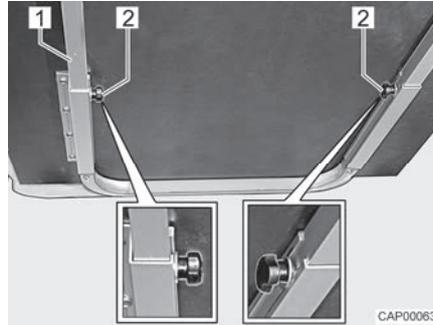

Fig. 47 Ampliación/desplazamiento de la mesa colgante
- Aflojar los tornillos moleteados (Fig. 47,2).
- Elevar el tablero de mesa ligeramente por delante y extraerlo hasta el tope. La prolongación de mesa (Fig. 47,1) está completamente extraída.
- Elevar el tablero de mesa ligeramente por delante y empujarlo hacia atrás hasta el tope. La prolongación de mesa (Fig. 47,1) está completamente introducida.